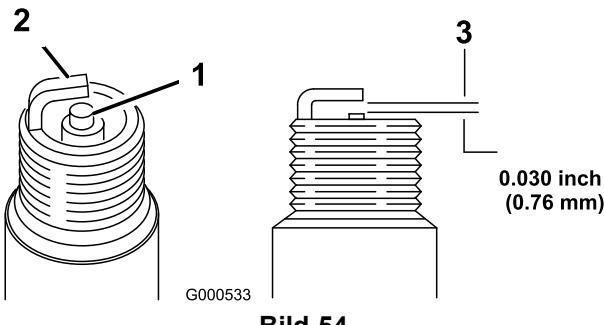

Bild 54
- Sehen Sie sich die Mitte der Zündkerzen an (Bild 54). Wenn der Kerzenstein eine hellbraune oder graue Beschichtung aufweist, ist der Motor richtig eingestellt.
2. Prüfen Sie den Abstand zwischen der mittleren und der seitlichen Elektrode (Bild 54) und biegen Sie die seitliche Elektrode, wenn der Abstand falsch ist.